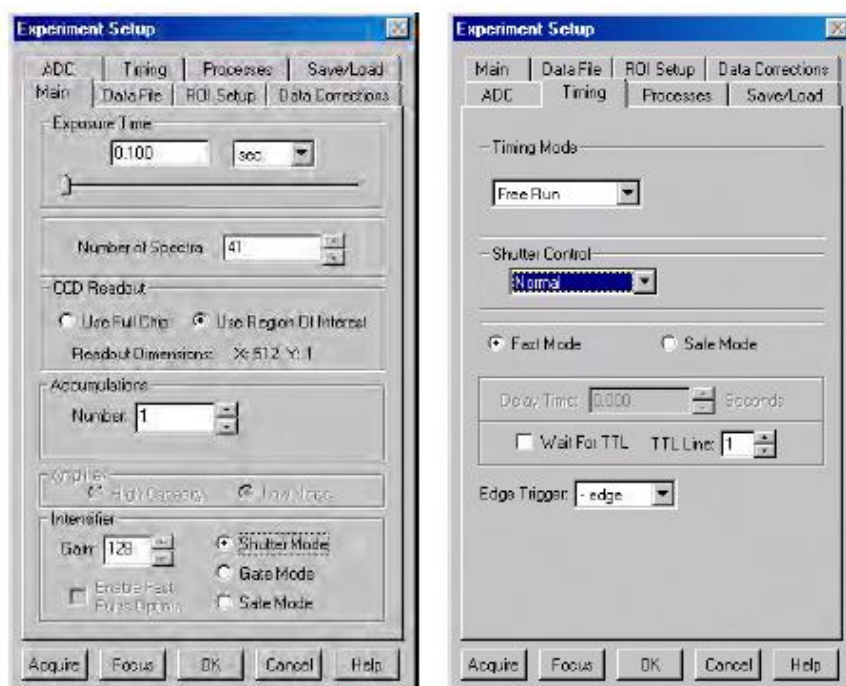
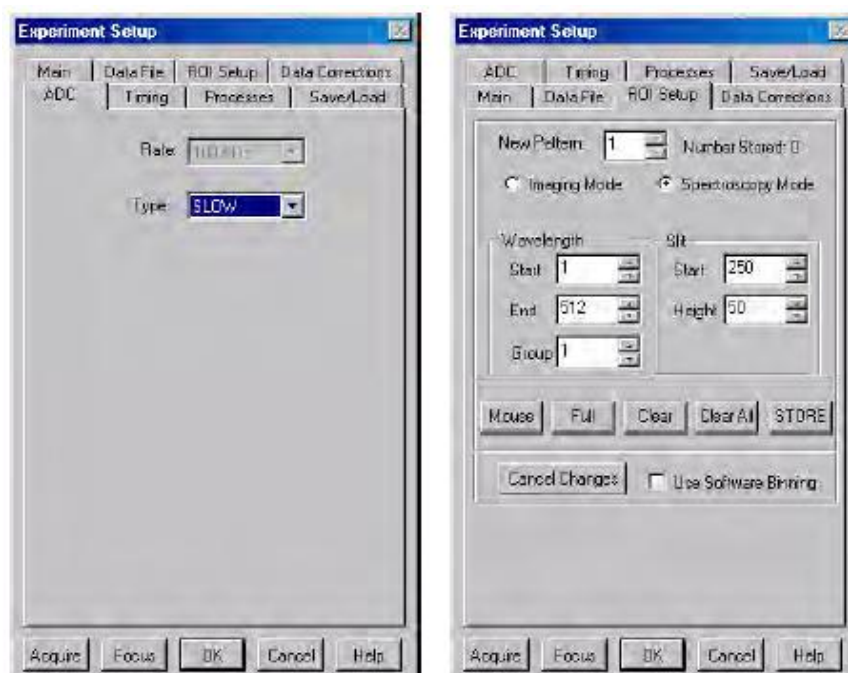

图 46 Experiment Setup: Main 和 Timing 多标签页
图 47 Experiment Setup: ADC 和 ROI Setup 多标签页
- 5、 此处，推荐在 **Free Run** 模式下操作以确保相机完成对焦。这需要您在 **Experiment Setup** 多标签页上设置实验参数（参考图 46 和图 47）。在 **Experiment Setup | Main** 多标签页上，选择 **Shutter Mode**，设置 0-255 之间的一个值作为 MCP 的增益，并设置合适的积分时间。在 **Timing** 多标签页上，选择 **Free Run** 和 **Fast Mode**。在 **ADC** 多标签页上，选择合适的 ADC 类型。在 **ROI Setup** 多标签页上选择合适的 ROI。